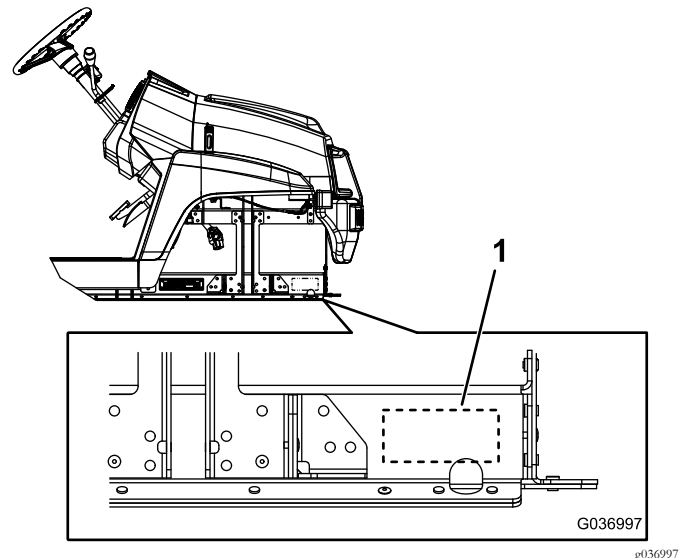

Bild 10
2. Schlagen Sie die Seriennummer der Maschine in der in Bild 10 dargestellten Position ein.